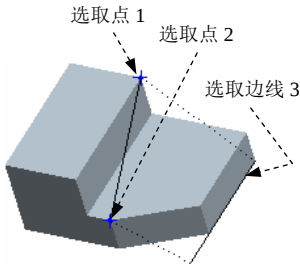

图 8.1.12 投影参考为直线
(1) 选取图 8.1.12 所示的点 1。
(2) 选取图 8.1.12 所示的点 2。
(3) 单击“投影”文本框中的“单击此处添加项”字符，然后选取图 8.1.12 中的模型边线 3。